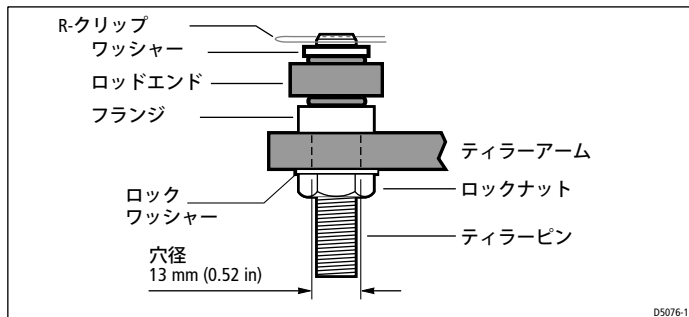

図6：プッシュロッドをティラーアームに取り付ける
- チラーピン、Rクリップ、トップワッシャー、ロックワッシャー、ナット (1/2インチUNCナイロン) からなるティラーピンアセンブリ (図6参照)
- ティラーピンをチラーアームの穴に挿入して、フランジがアームの上に留まるようにします（図6を参照）
- 付属のワッシャーとRクリップで固定してください（図6参照）